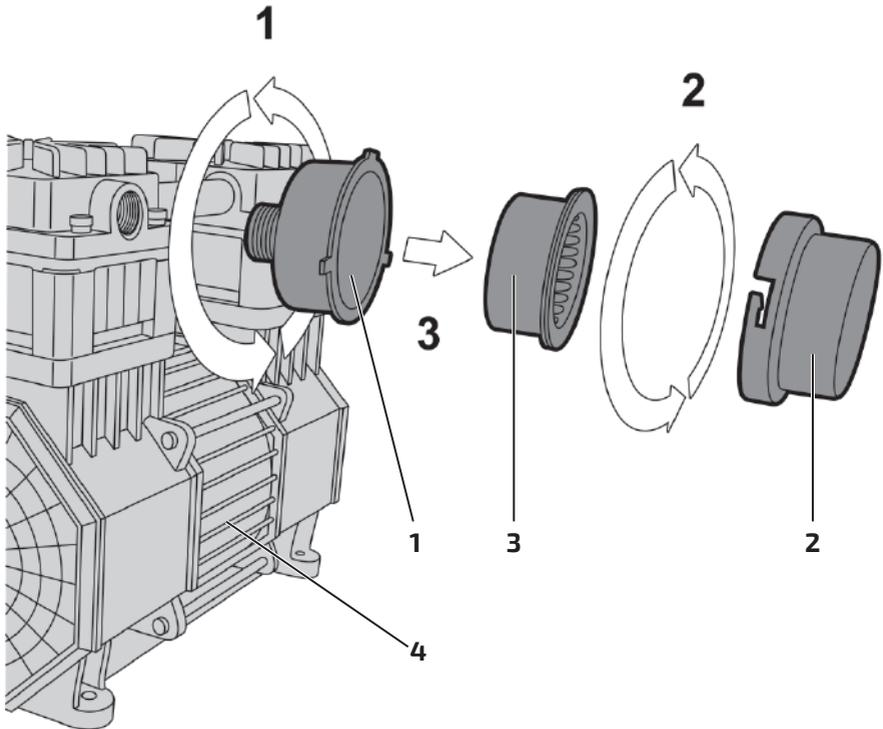

Рисунок 7.7.1. Замена фильтрующего элемента внутреннего компрессора.
1. Перед началом работы аппарата от внутреннего компрессора (см. рис. 7.7.1, п. 4) проверьте состояние фильтров.
2. Открутите корпус фильтра против часовой стрелки (см. рис. 7.7.1, п. 1).
3. Корпус фильтра состоит из 2 деталей и фильтрующего элемента. Раскрутите детали корпуса против часовой стрелки (см. рис. 7.7.1, п. 2).
4. При обнаружении на фильтрующем элементе слоя пыли или песка фильтрующий элемент следует продуть сжатым воздухом. Если фильтрующий элемент порван или появились следы масла, его следует немедленно заменить (см. рис. 7.7.1, п. 3).